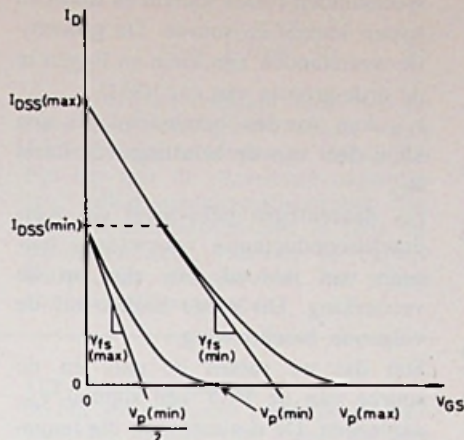

Fig. 8.
De gegevensbladen geven ook de minimale en maximale waarden van de overdrachtsfunctie y_{fs} , welke gelijk is aan dI_D/dV_{GS} bij $\Delta V_{DS} = 0$. De waarden van y_{fs} worden opgegeven voor de minimale waarde van I_{DSS} . Deze meetpunten van y_{fs} kunnen we in fig. 8 in beeld brengen, hetgeen is geschied met de streeplijn getrokken uit $I_{DSS[min]}$ evenwijdig aan de X-as. Als we in de parabolische functie uit vergelijking ⑤ I_D differentiëren naar V_{GS} vinden we: